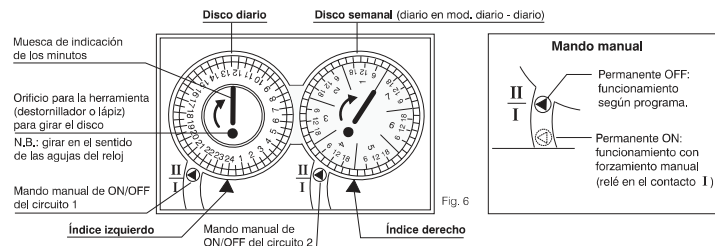

Fig. 6
- Girar el **disco de la izquierda (diario)** en el sentido de las agujas del reloj hasta que el **índice izquierdo** (triángulo) de referencia marque las 24 (00).
- Girar el **disco de la derecha (semanal)** en el sentido de las agujas del reloj hasta que el **índice derecho** (triángulo) de referencia marque las 24 (00) del día actual (1 = lunes, 2 = martes...); ahora, los dos discos están sincronizados. (nota: en la fig. 6, el disco de la derecha se ha programado, como ejemplo, a las 24 (00) del día 5 = viernes).